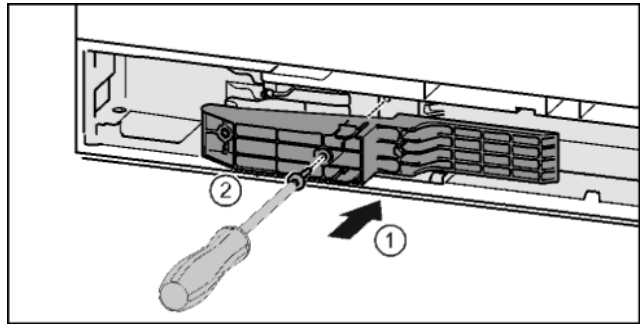

Fig. 42\*
- ▶ Вставить деталь адаптера в отверстие на стороне ручки. Fig. 42 (1)\*
- ▶ Затянуть винты отверткой T15. Fig. 42 (2)\*